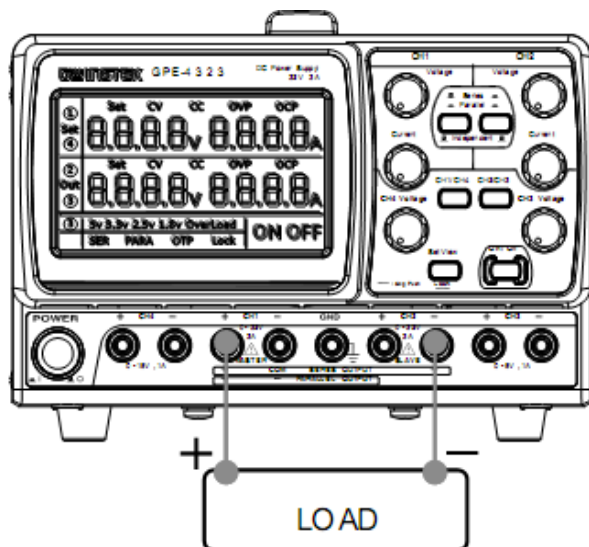

Рис.6.3. Подключение нагрузки в последовательном режиме
- Проверить полярность подключения. Подсоединить к выходным клеммам внешнюю нагрузку в соответствии с рис.6.3.